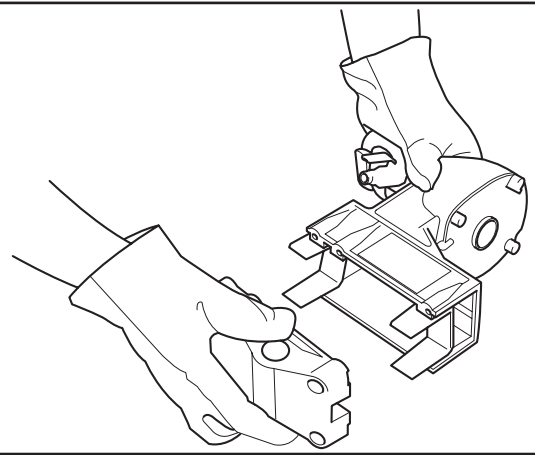

Fig. 15
1. Svitare le 4 viti e la manopola di bloccaggio sul retro della macchina. In sede di sostituzione del pezzo posteriore, sostituire anche le 2 piastre di scorrimento (fig. 15).
1. Die vier Schrauben und den Verriegelungsdrehknopf auf der Rückseite der Maschine lösen. Die beiden Gleitplatten beim Austausch der Rückwand ebenfalls auswechseln (Abb. 15).
1. Dévisser les quatre vis et la poignée de verrouillage à l'arrière de la machine. Remplacer les deux plaques de glissement quand la plaque arrière doit être remplacée (Fig. 15).
1. Maak de vier bouten en de borgknop op de achterkant van de machine los. Vervang de twee glijplaten wanneer het achterstuk moet worden vervangen (Fig 15).